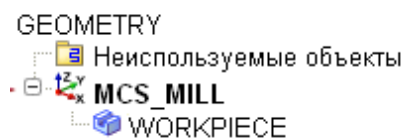

Рисунок 34 Окно навигатора операций
1. Выберите вкладку «Навигатор операций» . Нажмите кнопку «Вид геометрии» . В окне «Навигатор операций» нажмите значок «+», чтобы раскрыть MCS_MILL (рисунок 34).